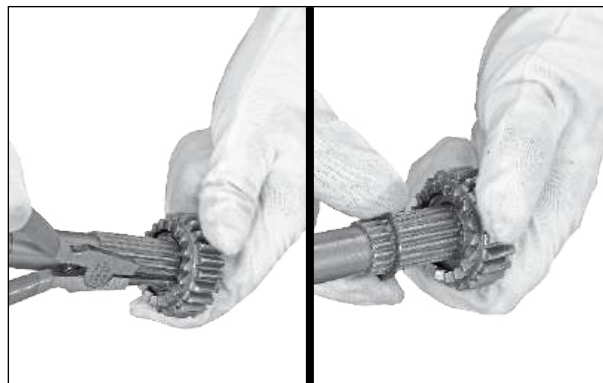

Fig. 3.159
- Remova o anel elástico (20x1,2N) do eixo do pedal de partida, remova a engrenagem movida do pedal de partida e o calço (20,5x25,5x1,5). (Fig. 3.159)